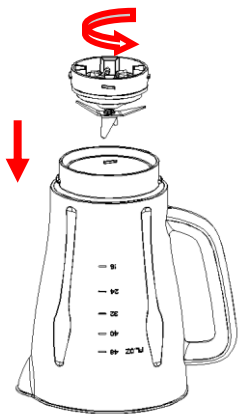

Fig.3
- 1) Invierta la jarra sobre una superficie nivelada, sosteniendo la manija del jarro, coloque el anillo de sello 2 y el conjunto de la cuchilla en la base de la jarra y asegure el conjunto de la cuchilla girándolo en sentido contrario de reloj hasta que quede apretado (Ver la Fig.3).